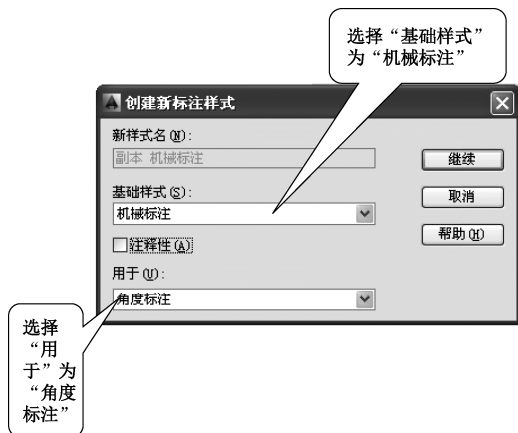

图 4-45 “创建新标注样式”对话框
(1) 在“样式”列表中选择“机械标注”，单击“新建”按钮 **新建(N)...**，弹出“创建新标注样式”对话框。
(2) 在“创建新标注样式”对话框中“基础样式”默认为“机械标注”，在“用于”下拉列表中选择“角度标注”，如图 4-45 所示。